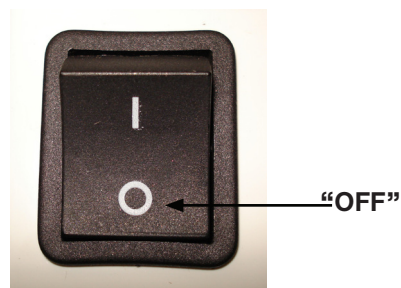

Figure 1.1
1. S'assurer que l'interrupteur d'alimentation marche/arrêt (I/O) de la soufflante est sur arrêt (O), tel qu'illustré à la Figure 1.1.